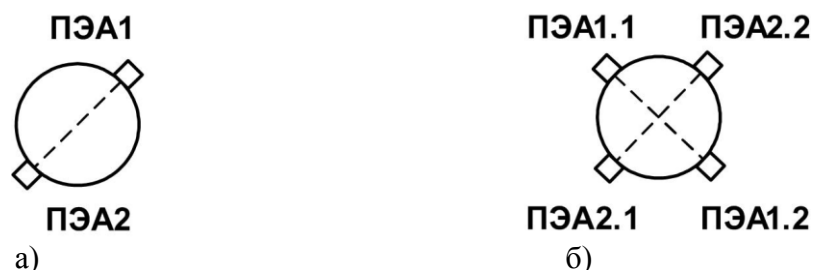

Рис.2 - Расположение пар ПЭА по сечению трубопровода при однолучевом (а) и двухлучевом (б) способах зондирования потока жидкости.
1.5.1.5 Зондирование потока жидкости может производиться одним или двумя лучами (рис.2).